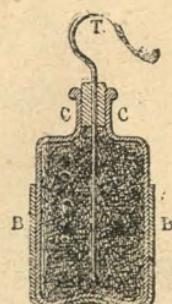

Fig. 174.—Botella de Leiden.
**4. Botella de Leiden.** — La botella de Leiden se compone de un frasco de vidrio delgado, cubierto exteriormente con una hoja de estaño que constituye la *armadura exterior*. Una varilla metálica encorvada y terminada exteriormente en una esferita, atraviesa el tapón y comunica con la *armadura interior* formada por las hojas de oro batido que llenan la botella (fig. 174).